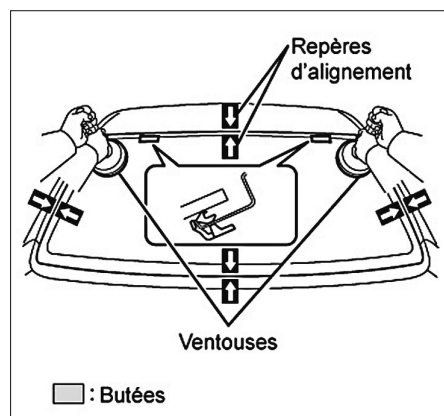

FIG. 147
- Poser le pare-brise et s'assurer que les ajustement soient correctes (Fig.147).